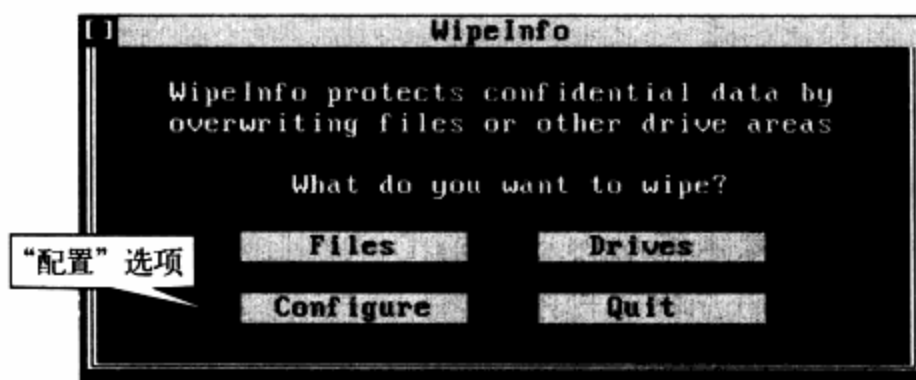
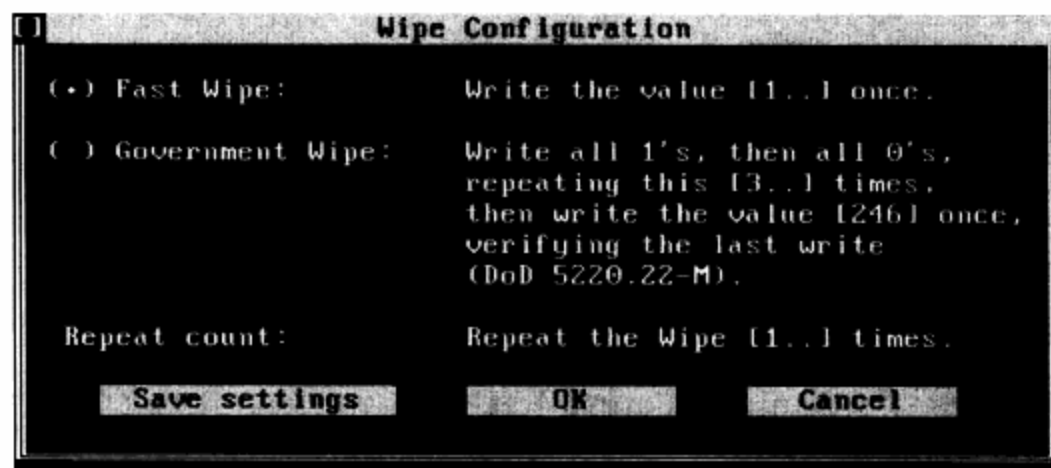

图14-9 WipeInfo的功能选择框
图14-10 WipeInfo的“配置”选项菜单
**步骤 01** 在DOS下运行WipeInfo后，将出现如图14-9所示的功能选择框。
**步骤 02** 选择在图14-9中的Configure，进入图14-10所示的“配置”选项菜单，在该菜单中可以选择Fast Wipe（快速擦除）或Government Wipe选项，并设定擦除次数。这里硬盘的坏道情况不算太严重，所以选择了Fast Wipe，并且将擦除的次数设定为1~5次。设置完成后选择Save settings保存配置参数。